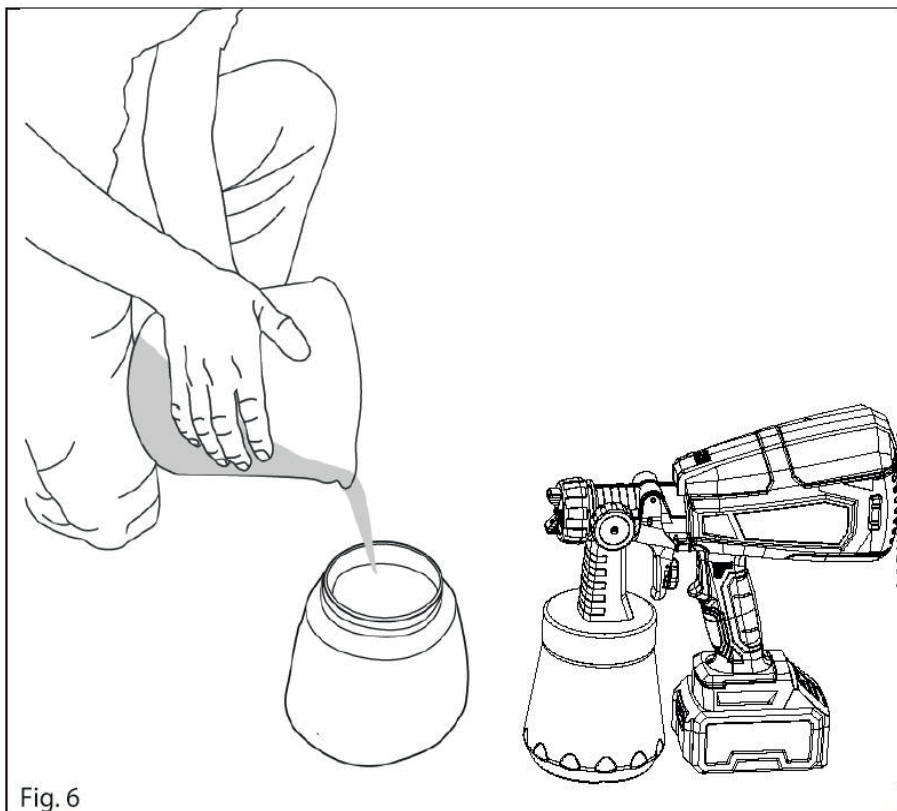

Fig. 6
4.3 Загрузка распыляемой жидкости (Рис. 6)